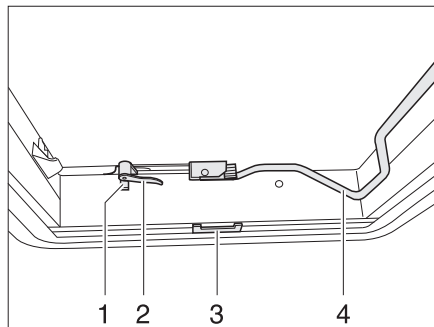
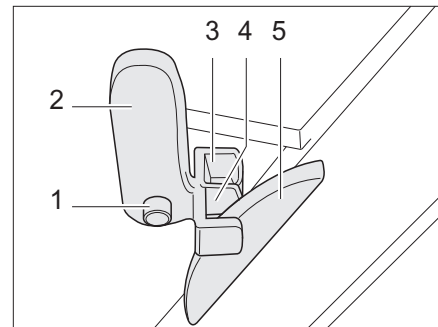

Fig. 45 Claraboya Heki, cerrada
Fig. 46 Claraboya Heki en posición de ventilación 1
- Pulsar el botón de seguridad (Fig. 45,1) y girar la palanca de bloqueo (Fig. 45,2) un cuarto de vuelta hacia dentro.
- Tirar hacia abajo de la horquilla (Fig. 45,4) para desbloquearla.
- Girar la palanca de bloqueo (Fig. 45,2 y Fig. 46,2) un cuarto de vuelta. El saliente del bloqueo del techo (Fig. 46,5) debe encajar en la horquilla de bloqueo superior (Fig. 46,3).
- Presionar el botón de seguridad (Fig. 46,1) y girar hacia atrás la palanca de bloqueo (Fig. 46,2). El saliente del bloqueo del techo (Fig. 46,5) debe encajar en la horquilla de bloqueo inferior (Fig. 46,4).